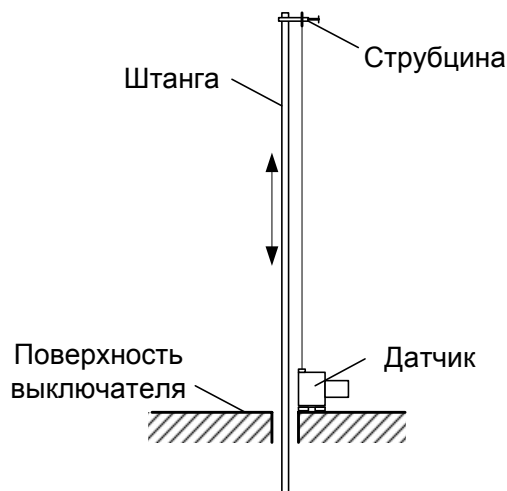

Рис. 5. Установка датчика на выключатель типа МКП
3. Установить датчик на площадку для установки вибрографа или на поверхность выключателя (рис.5). Магнитные «присоски» 6 должны обеспечить надежное закрепление датчика на площадке. Если это не получается, закрепить датчик струбиной.